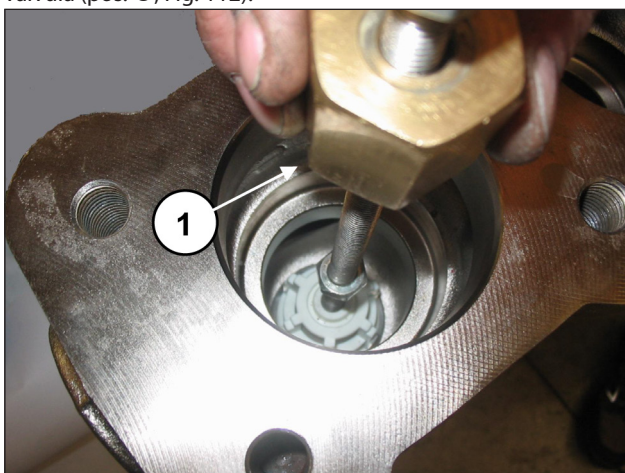

Fig. 112
Extraer el grupo de la válvula de aspiración introduciendo un extractor de percusión en el orificio M10 de la guía de la válvula (pos. ①, Fig. 112).